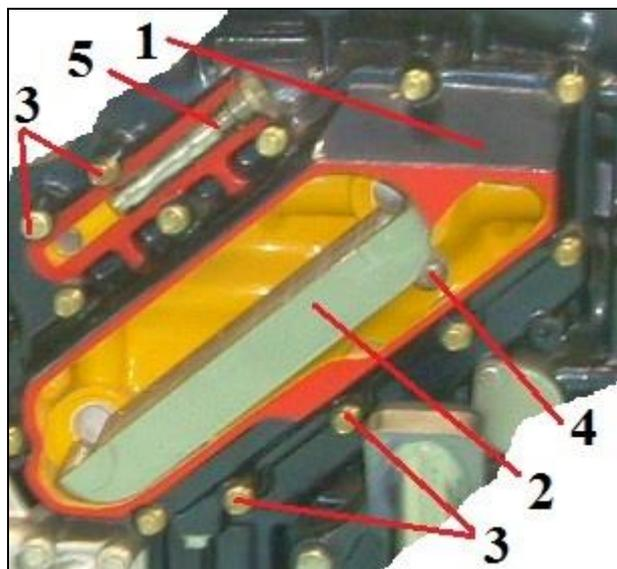

Рис. 30 Снятие теплообменника
2.26. Снятие водомасляного теплообменника (см. Рис. 30)